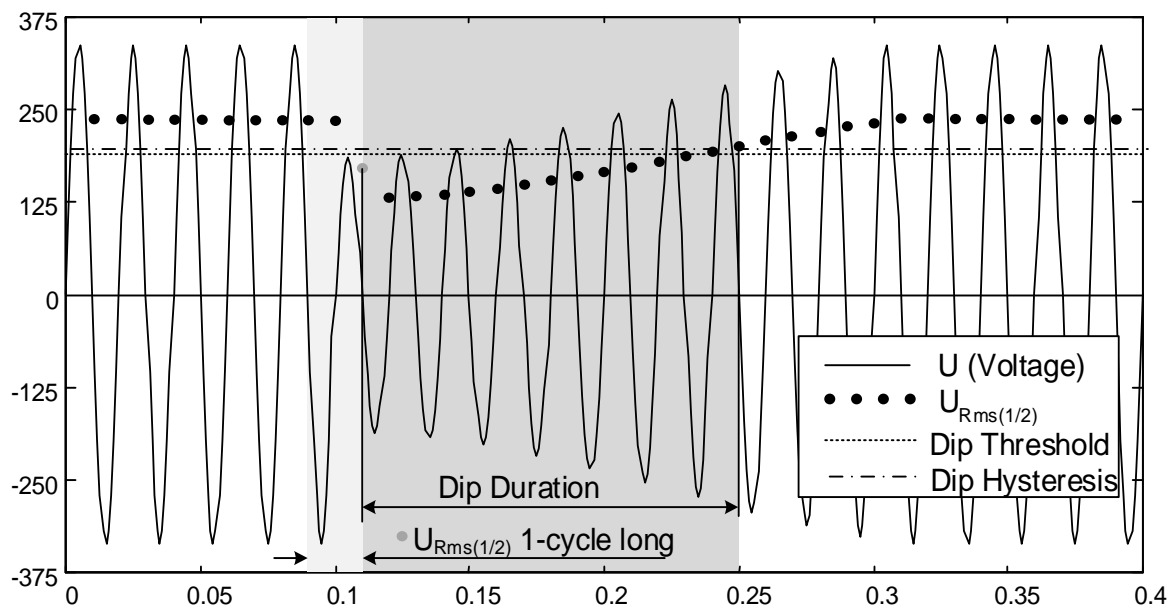
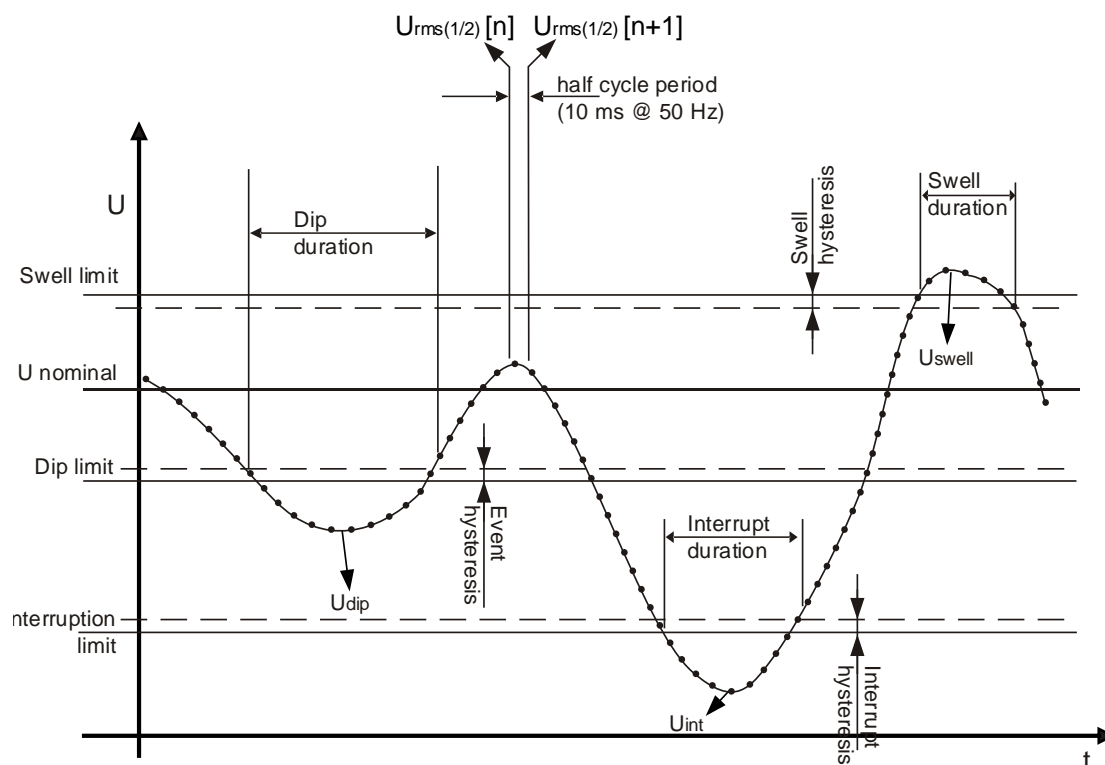

Abbildung 5.9: $U_{Rms(1/2)}$ 1-Zyklus Messung
Abbildung 5.10: Definition der Spannungseignisse
- Auf Einphasensystemen (Anschlussart: 1W), ein Spannungseinbruch, wenn die Spannung $U_{Rms(1/2)}$ unter den Schwellenwert für den Spannungseinbruch fällt und endet, wenn die $U_{Rms(1/2)}$ -Spannung gleich oder größer als der Schwellenwert für den Spannungseinbruch plus der Hysterese Spannung ist (siehe *Abbildung 5.10: und Abbildung 5.9*).
- Auf Einphasensystemen (Anschlussart: 1W), ein Spannungsüberhöhung beginnt, wenn die Spannung $U_{Rms(1/2)}$ über den Schwellenwert für die Spannungsüberhöhung steigt und endet, wenn die $U_{Rms(1/2)}$ -Spannung gleich oder unter den Schwellenwert für den Spannungserhöhung plus der Hysterese Spannung fällt (siehe Abbildung 5.10: und Abbildung 5.9).
- Bei Einphasensystemen (1W), beginnt eine Spannungsunterbrechung, wenn die Spannung $U_{Rms(1/2)}$ unter den Schwellenwert für die Spannungsunterbrechung fällt und endet, wenn die $U_{Rms(1/2)}$ -Spannung gleich oder größer als der Schwellenwert für die Spannungsunterbrechung plus der Hysterese Spannung ist (siehe *Abbildung 5.10: und Abbildung 5.9*).